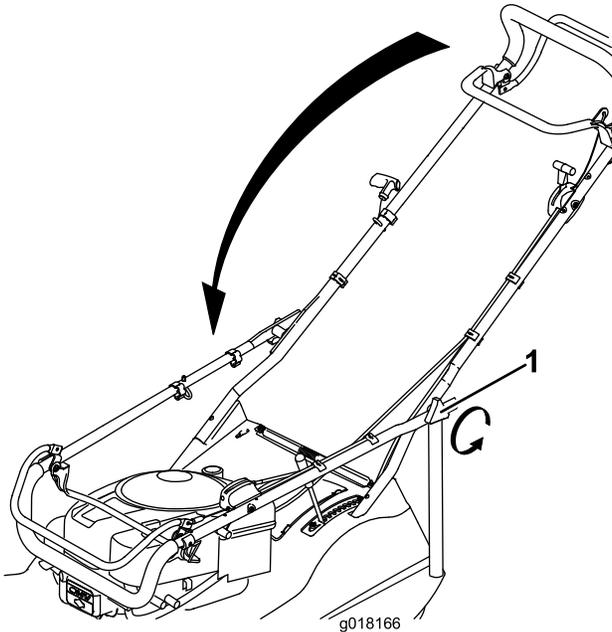

Bild 30
2. Drehen Sie den Führungsholm nach vorne (Bild 30).